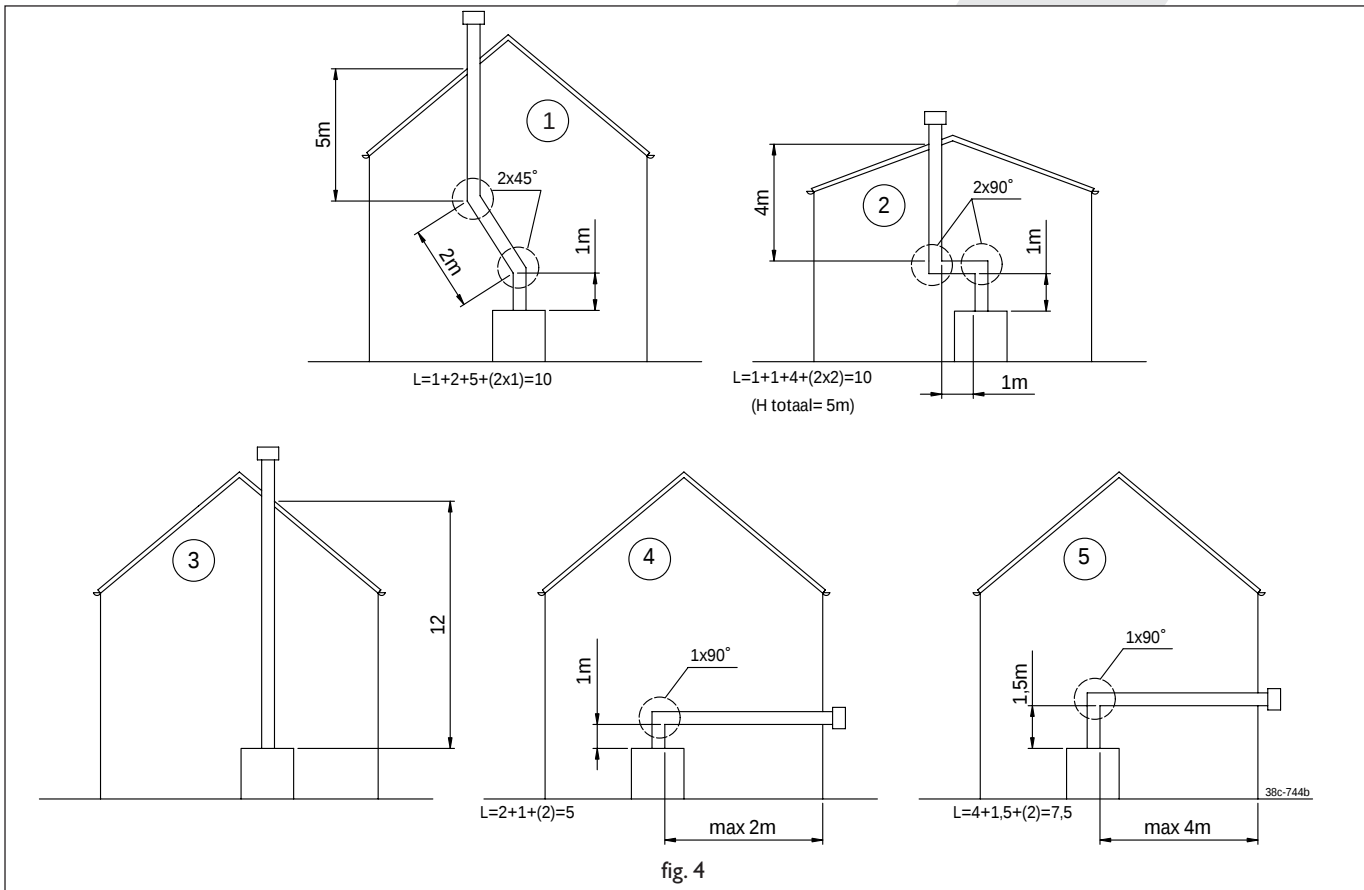

fig. 4
Aansluitmogelijkheden (fig. 4)
- altijd eerst 1 meter pijp verticaal plaatsen, behalve fig. 4, voorbeeld 5.
- de maximale pijplengte is 12 meter. Reken voor een 90° bocht 2 meter en voor een 45° bocht 1 meter. De lengte van de gevel- of dakdoorvoer hoeft niet te worden meegerekend. De maximale totale lengte is de som van de buislengte plus de vervangende lengte voor de bochten (zie de 5 voorbeelden in fig. 4).